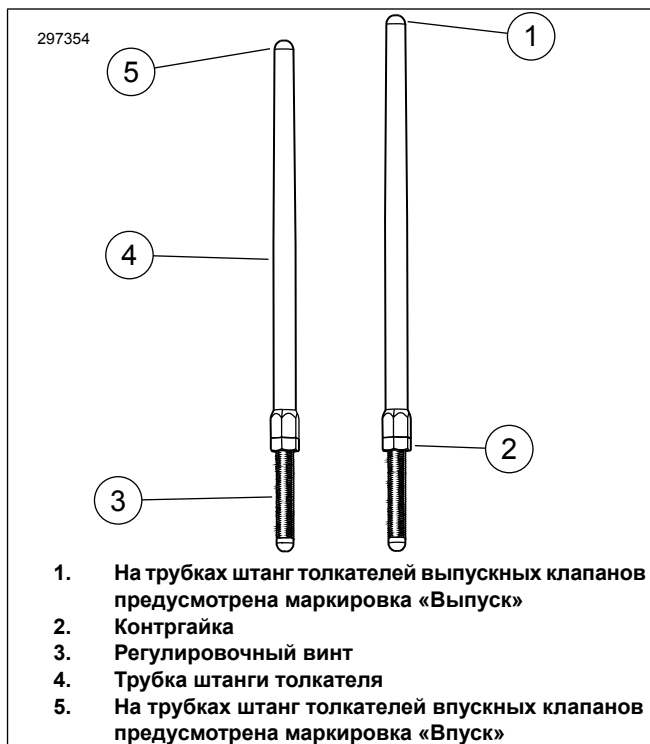

Рисунок 1. Регулируемая штанга толкателя
6. Рисунок 1 Ослабьте стопорные гайки на всех штангах толкателей и отрегулируйте их на минимальную длину.